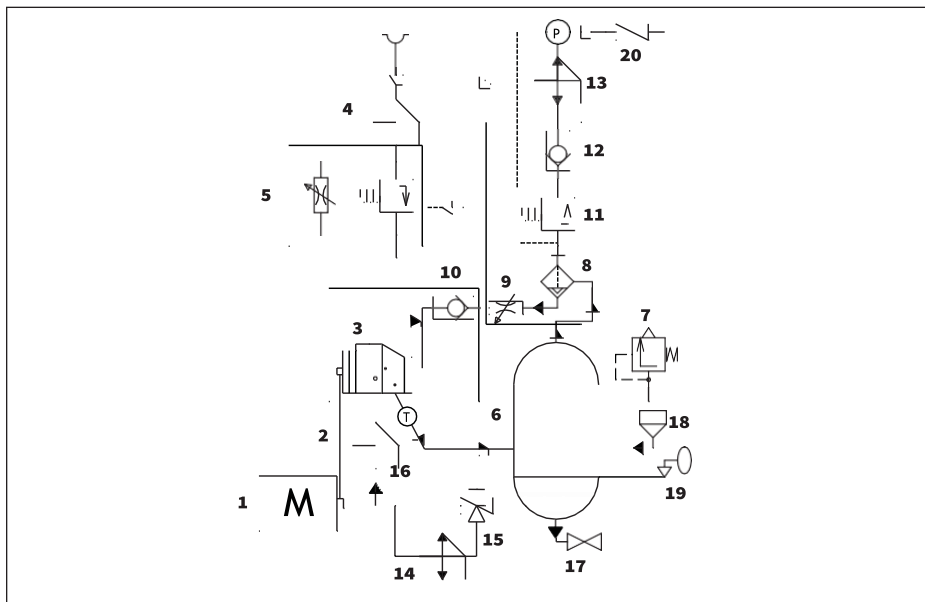

Рис. 2.3.1 Схема пневматическая А 07...-А22.
2.4 Принцип действия (Смотри рис. 2.3.1 и 2.3.2)